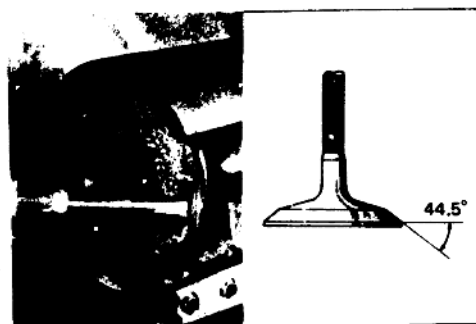

图 1-7
7. 因气门座工作面为 45 度,修磨气门时应按 44.5 度修磨工作面,如图 1-7 所示。气门杆长度在修磨杆头时,允许修磨极限值为 0.5 毫米,气门杆长度标准值:排气门为 100.1 毫米,进气门为 99.9 毫米。